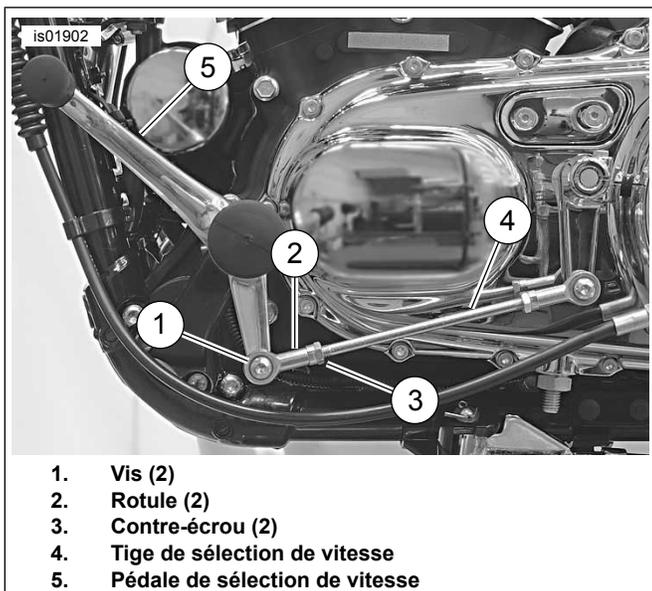

Figure 4. Réglage de la pédale de sélection de vitesse
- 1. Voir la figure 4. Retirer la vis (1) fixer la rotule (2) à la pédale de sélection de vitesse (5).
- 2. Tourner la rotule ou la tringle de liaison (4) pour ajuster la longueur de la tige.
- 3. Lorsque l'angle de pédale est à 45 degrés, installer la vis (1). Serrer.